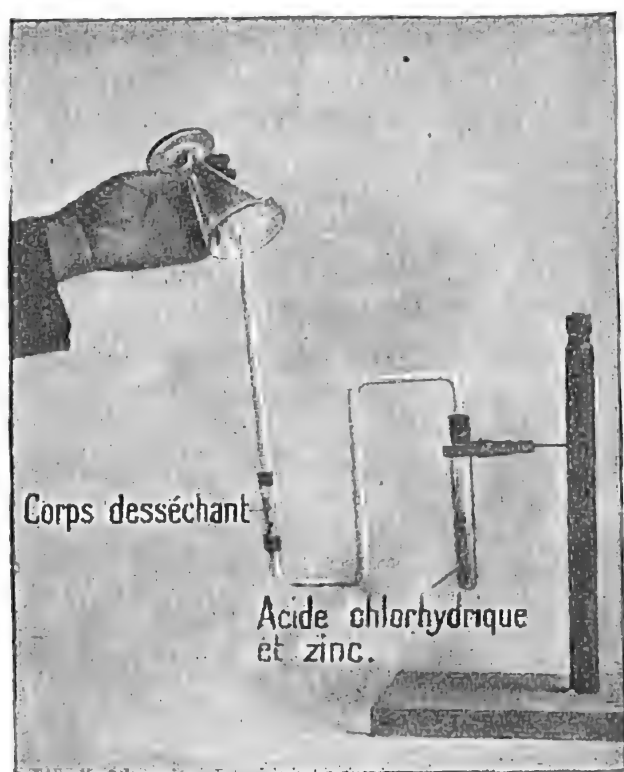

Fig. 31. — Le chlore de l'acide chlorhydrique s'unit au zinc et l'hydrogène, gaz inflammable, se dégage.
**2. L'hydrogène est le plus léger de tous les gaz.** — Il pèse 14 fois et demie moins que l'air. On le prépare en mettant dans un tube à essais (fig. 31)